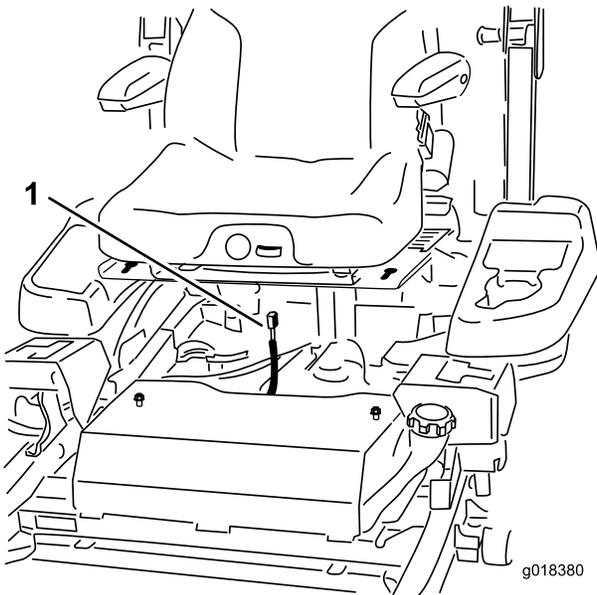

Bild 3
4. Stecken Sie den Kabelbaumanschluss in den Sitzschalter, der sich an vorne an der Unterseite des Sitzes befindet (Bild 3).